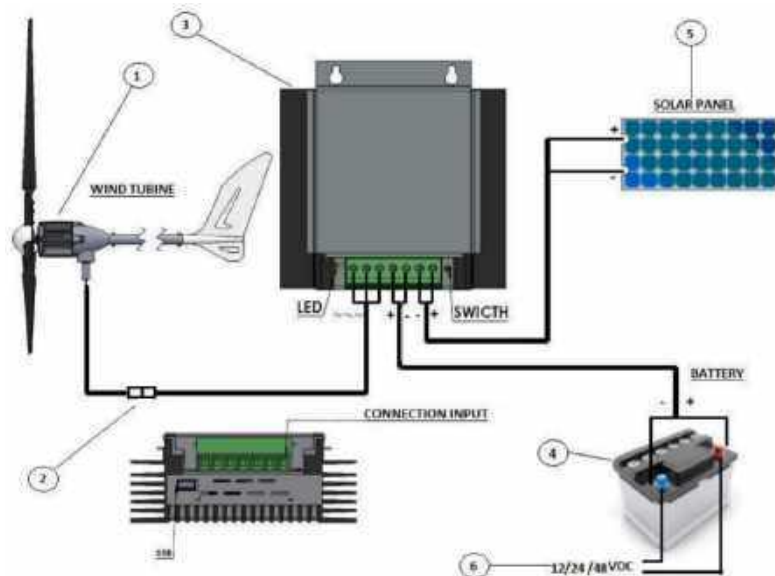

Рисунок 1 – Схема устройства ветроэлектрической установки.
**ОБЯЗАТЕЛЬНО** необходимо ставить ручной трехфазный выключатель (поз.2 рис. 1) с перекрещенными фазами между ветрогенератором и контроллером (он должен закорачивать три провода от ветрогенератора между собой) для остановки ВГ и проведения необходимых работ на остальном оборудовании.